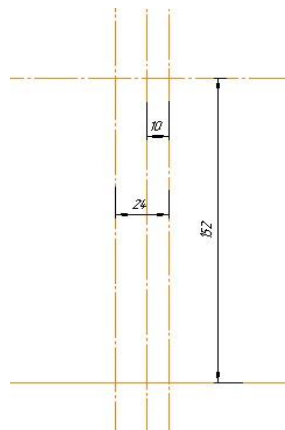

Рис. 2. Команда «Параллельный отрезок»
2. Изобразить осевые линии. Крайнюю правую вертикальную осевую линию провести произвольно, примерно по центру листа. При формировании изображений остальных осевых линий использовать расширенную команду –  **Параллельный отрезок**. В **Панели свойств** задать расстояние между горизонтальными осевыми линиями равное 152 мм, между вертикальными осевыми линиями, 10 и 24 мм (рис. 2).